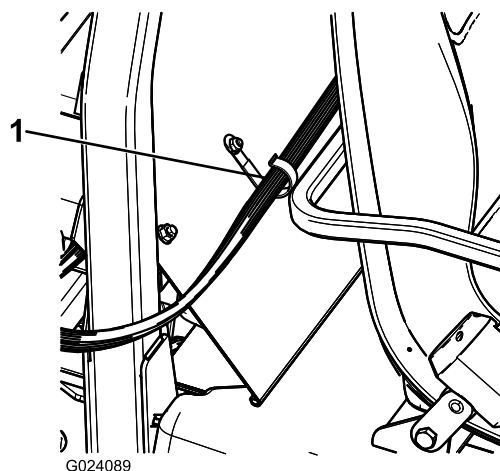

Figura 17
5. Monte um grampo em forma de J por detrás do banco do passageiro utilizando um parafuso ($\frac{1}{4}$ pol. x $\frac{1}{2}$ pol.) e uma porca ($\frac{1}{4}$ pol.) (Figura 17).